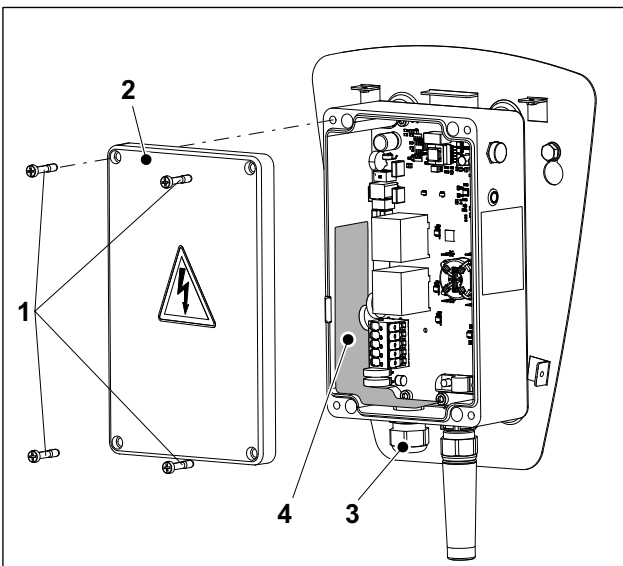

Fig. 4 Heidelberg Wallbox Home Eco, boîtier électronique ouvert
1. Dévisser les quatre vis (fig. 4/1) puis retirer le couvercle du boîtier électronique (fig. 4/2).
2. Visser le passe-câbles à vis ESKV25 (jeu de pièces détachées) et le joint correspondant EA-DR25 (jeu de pièces détachées) sur le boîtier électronique (fig. 4/3) et le serrer (environ 8 Nm).
5. Tenir compte des instructions de l'autocollant (fig. 4/4) puis perforer l'autocollant au niveau de l'entrée de câbles.
9. Poser le couvercle du boîtier électronique (fig. 4/2) et serrer les quatre vis (2,5 Nm).